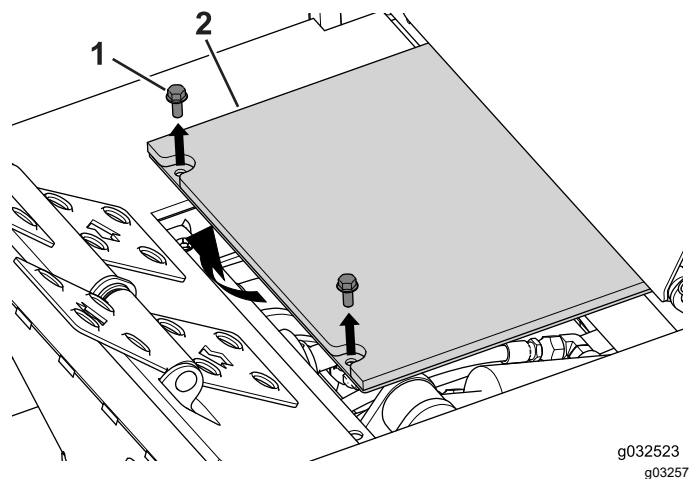

Figure 101
1. Retirez les 2 boulons qui fixent le panneau de plancher et déposez le panneau (Figure 101).